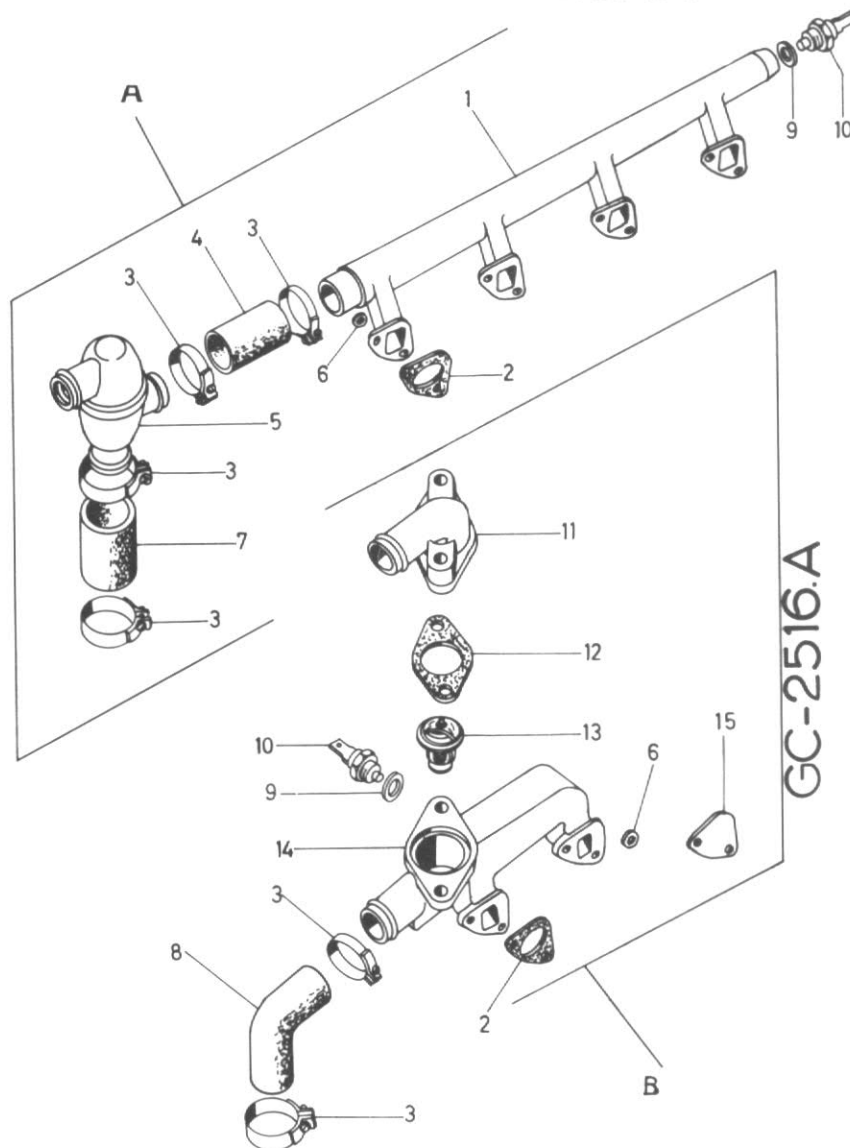

Figure 190
La température du liquide de refroidissement est contrôlée par la sonde de température (10) fig. 190 et transmise à un thermomètre situé sur le tableau de bord.
Thermostat (5) fig. 190
Mettez des joints neufs (2) et (12) fig. 190 sur le collecteur et le thermostat.